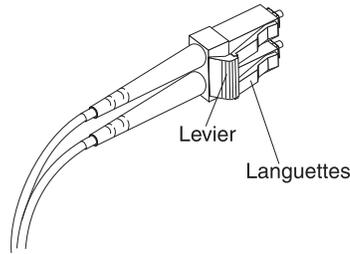

Figure 22. Dispositifs de verrouillage et levier du câble Fibre Channel LC-LC
1. A l'extrémité du câble LC-LC qui est connectée au module SFP ou à l'adaptateur de bus hôte, abaissez le levier et maintenez-le enfoncé pour libérer le verrou, comme illustré dans la figure 22.